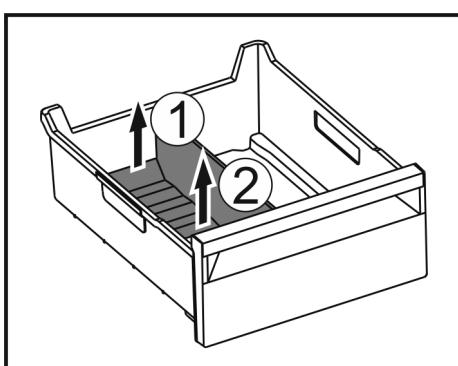

Fig. 126
- Zvedněte zadní část přepážky příhrádky na led. Fig. 126 (1).
- Přepážku příhrádky na led vyjměte nahoru. Fig. 126 (2).